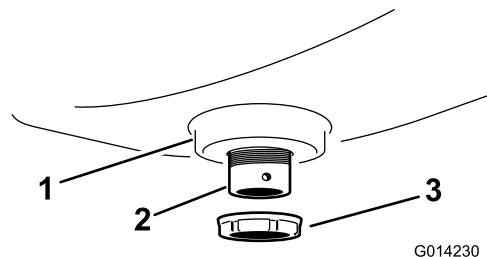

Figura 4
5. Fissate il diaframma al serbatoio di lavaggio mediante un dado flangiato in plastica (Figura 4).